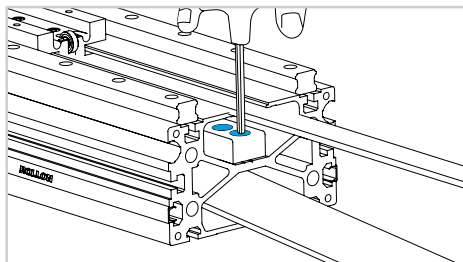

Fig. 13
- 14) Rimuovere il blocco di sicurezza (Fig.13).
- 17) Rimuovere il blocco di sicurezza anche da questo lato (Fig.13).